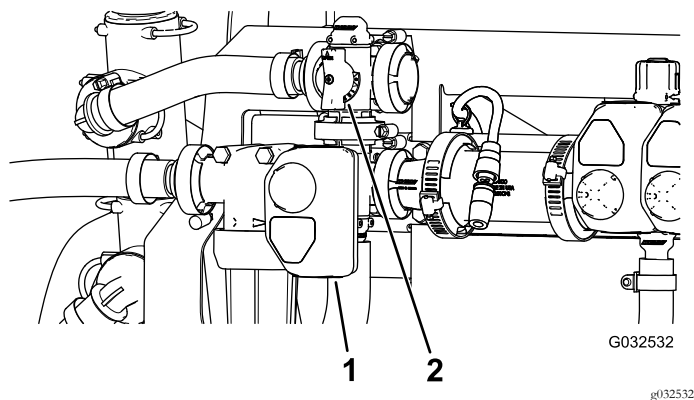

Figura 131
10. Regolate la valvola di bypass dell'agitatore (Figura 131) sul lato posteriore della valvola dell'agitatore fino a quando la pressione dell'impianto di irrorazione indicata sul misuratore non è pari a 689 kPa.